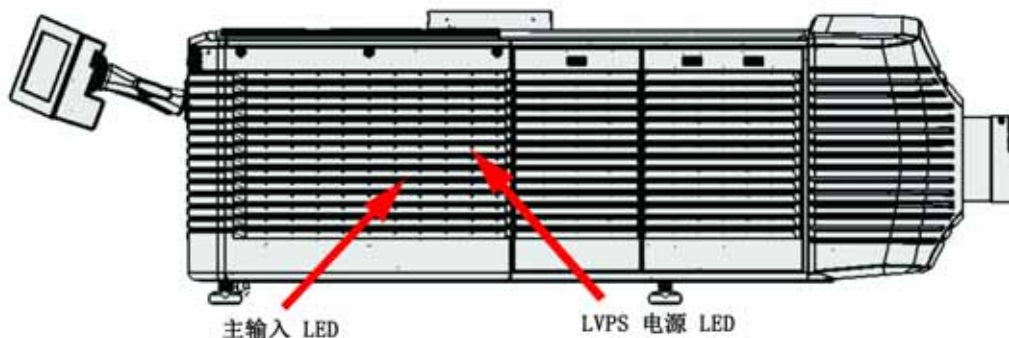

图 7-2 查看电源状态 LED
- 仔细查看后部右侧栅格，确认电源。右上角应显示一个 LED。这说明 LVPS 已接通电源。左下角应显示另一个 LED，指示主输入。（图 7-2）